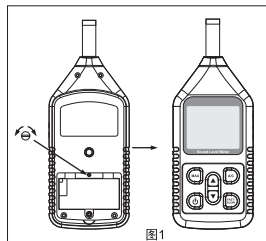

图1
- 3、打开标准音源 (94dB@1KHz) 的电源开关, 使用一字批调整电池门内开圆孔处的电位器使LCD显示为94.0 (如图1)。